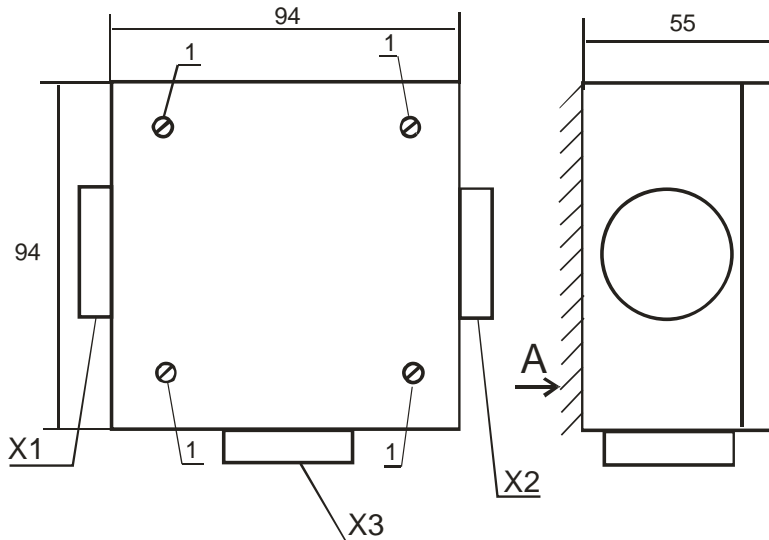

РИС. 2
Соединение БГЕ с блоком БС газоанализатора осуществляется кабелем связи по линии RS-485, подключаемым через кабельный ввод 1 (рис. 1). Блок питания БГЕ подключается через кабельный ввод 2 (рис. 1). Схема подключения блоков сигнализации газоанализаторов к БГЕ приведена на рис. 2.
Рис. 2. Схема подключения блоков БС газоанализаторов к БГЕ по интерфейсу RS-485; X1 – кабельный ввод интерфейса RS-485 (кабельный ввод 1 на рис. 1). X2 – кабельный ввод блока питания БГЕ (кабельный ввод 2 на рис. 1).
3.2. Соедините блоки концентраторов газоанализаторов с блоком БГЕ согласно рис. 2.